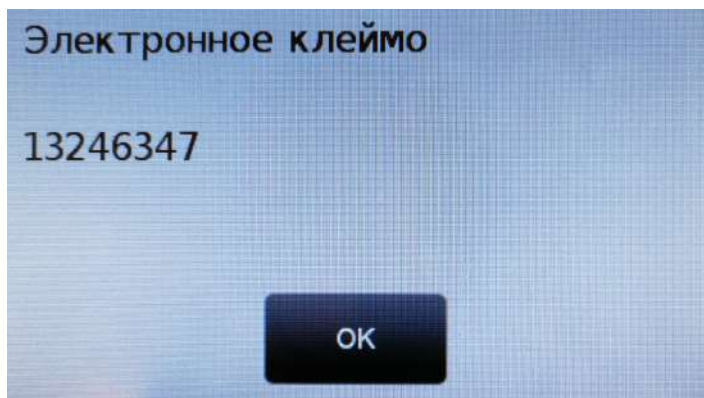

Рис. 8.5.2. Значение электронного клейма.
8.5.2. В открывшемся окне будет выведено значение электронного клейма, см. рис. 8.5.2.